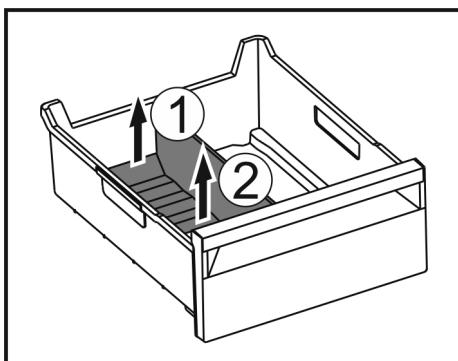

Fig. 126
► Підняти задню частину перегородки відділення для льоду. Fig. 126 (1)
► Вилучити перегородку рухом вгору. Fig. 126 (2)